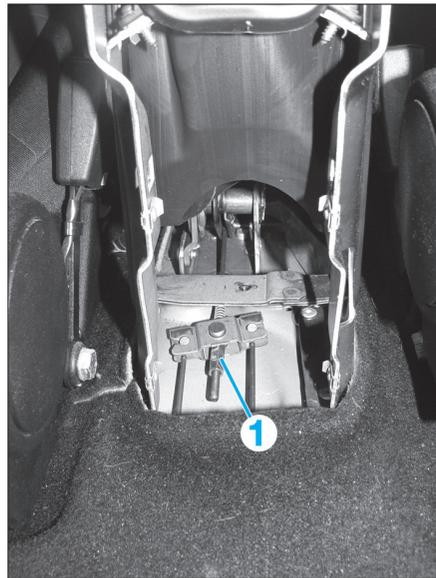

Fig. 32
- Desserrer le contre-écrou (1) de réglage du frein de stationnement jusqu'à pouvoir décrocher les câbles gauche et droit situés sous le véhicule (Fig.32).